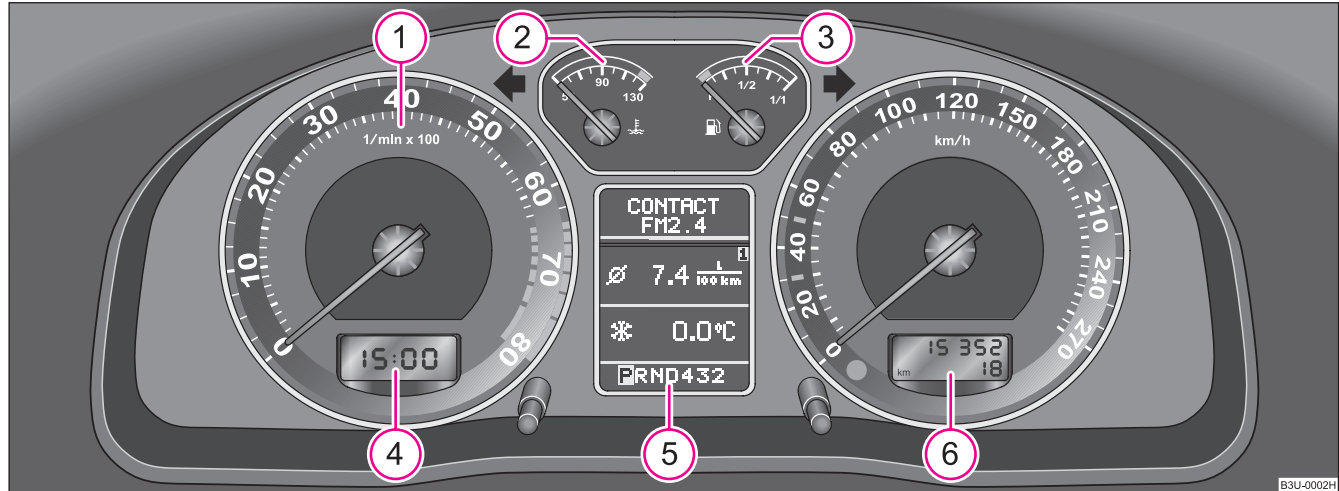

Fig. 2 Tabloul de instrumente
Începutul zonei roșii a turometrului ① ⇒ pagina 13, fig. 2 reprezintă pentru toate treptele de viteză turația maximă admisă a motorului în regim normal de funcționare. Înainte de atingerea acestei zone trebuie să selectați treapta de viteză imediat superioară sau poziția **D** a cutiei de viteze automate.
Indicatorul temperaturii lichidului de răcire ② ⇒ pagina 13, fig. 2 funcționează numai când contactul motor este pus.
Indicatorul rezervei de carburant (3) ⇒ pagina 13, fig. 2 funcționează numai când contactul motor este pus.
Indicatorul multifuncțional este prezentat, în funcție de echiparea autovehiculului, pe display-ul turometrului ⇒ pagina 13, fig. 2 sau pe display-ul informațional ⇒ fig. 6.